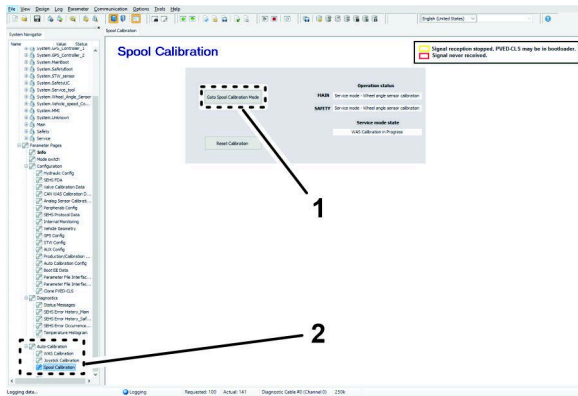

Bild 152
2. Klicken Sie auf Ihrem Laptop auf das Symbol SPOOL CALIBRATION [Spule kalibrieren] (Bild 152).
3. Klicken Sie auf der Seite für die Spulenkalibrierung auf das Symbol GOTO SPOOL CALIBRATION MODE [In den Spulenkalibrierungsmodus wechseln] (Bild 152).